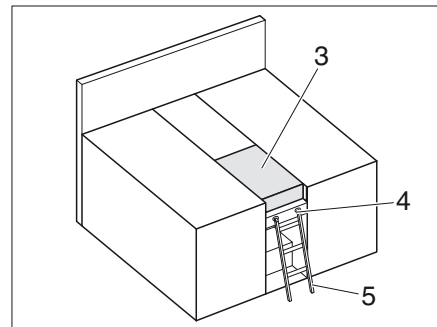

Bild 179 Dubbelsäng
- Lägg på extradynor (Bild 179,2).
- Ta bort den extra stoppningen (Bild 179,3).
- Skjut in förlängningen (Bild 179,1) och haka fast fästremmen (Bild 179,2).
**Stege** För att komma upp i den övre sängen ska man använda den seriemässigt medföljande stegen (Bild 179,4).
*Haka fast:* ■ Haka fast stegen (Bild 179,4) med krokarna i hållaren (Bild 179,3) på ramen.